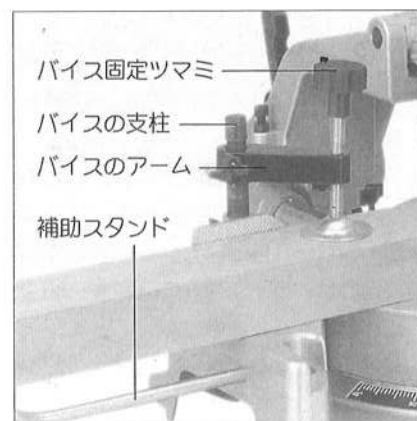

図15
■たてバイスの使用方法 (図15参照)
①バイスの支柱をベースに差し込み、固定ネジで固定してください。
②バイスの支柱にアームを差し込み、固定ネジで固定してください。
③材料の厚さに合わせてアームの高さを決め、調整ネジで確実に固定してください。